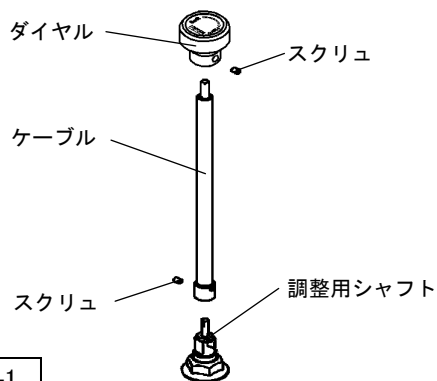

図4-1
3. 減衰力調整ケーブル（同梱品）からダイヤルを取外し、リアダンパーASSY先端の調整用シャフトにケーブルを取付けてください。（図4-1）
スクリュの締付けは六角レンチ（1.5mm・同梱品）を使用してください。（図4-1）